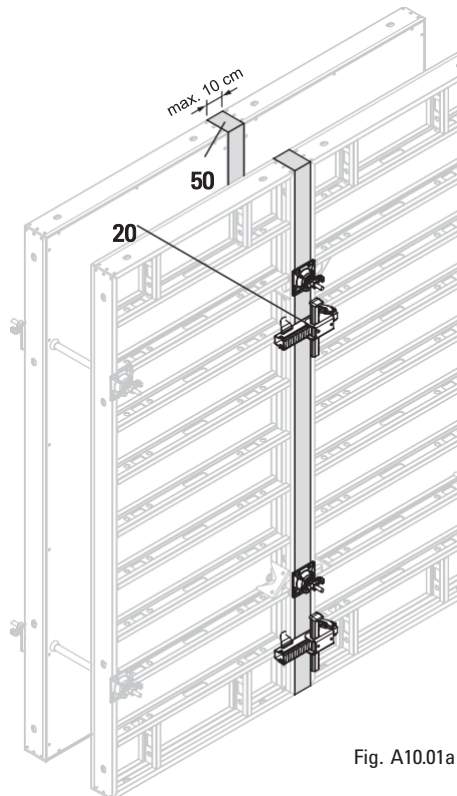

Fig. A10.01a
- Греди ≤ 10 cm с направляваща скоба DRS (20) (Fig. A10.01a)